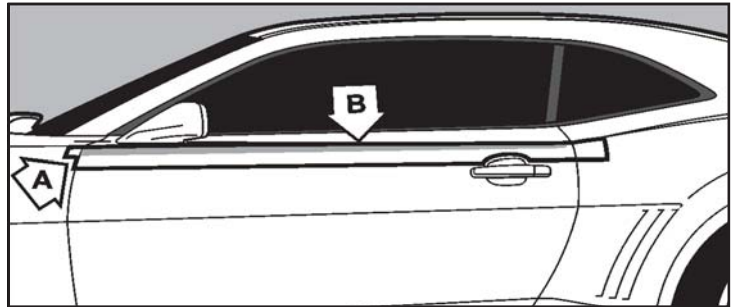

FIGURA 2
3. Coloque la franja de la puerta sobre la franja del salpicadero y alinee el protector con el borde delantero de la puerta. Alinee el borde superior del protector con la línea de contorno en la superficie de la puerta. Aplique la cinta a través de la franja detrás del espejo de la puerta para sostener la franja en su posición. Corte el protector desde la parte delantera de la franja, rocíe solución en el lado del adhesivo y la puerta. Presione las franjas en la puerta. Consulte la figura 2.